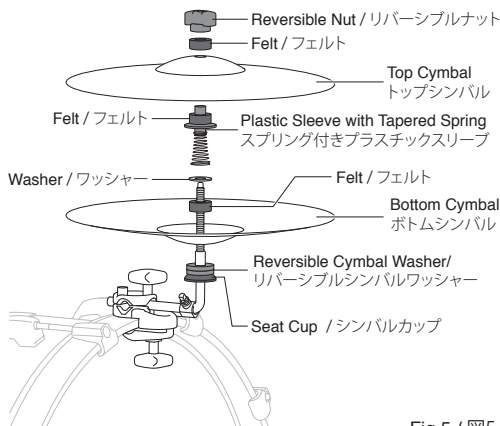

Fig.5 / 図5
To install the Cymbals, loosen the Reversible Nut and Felt/Spring (Fig.5). Depending on the Cymbals used, adjust the Reversible Cymbal Washer for the desired sound.
Install the cymbals, as shown in (Fig.5). For other various sound options, adjust the tension of the Reversible Nut of the Cymbal Holder until the desired sound is achieved.
4. CLA-130 は 7"~14" のノーマル形状のシンバルに対応しています。リバーシブルナットと必要なパーツ類を一度取り外し、図のようにシンバルを取り付けます。お好みの音色になるよう、リバーシブルナットの締め付けを調整してください ( 図 5)。